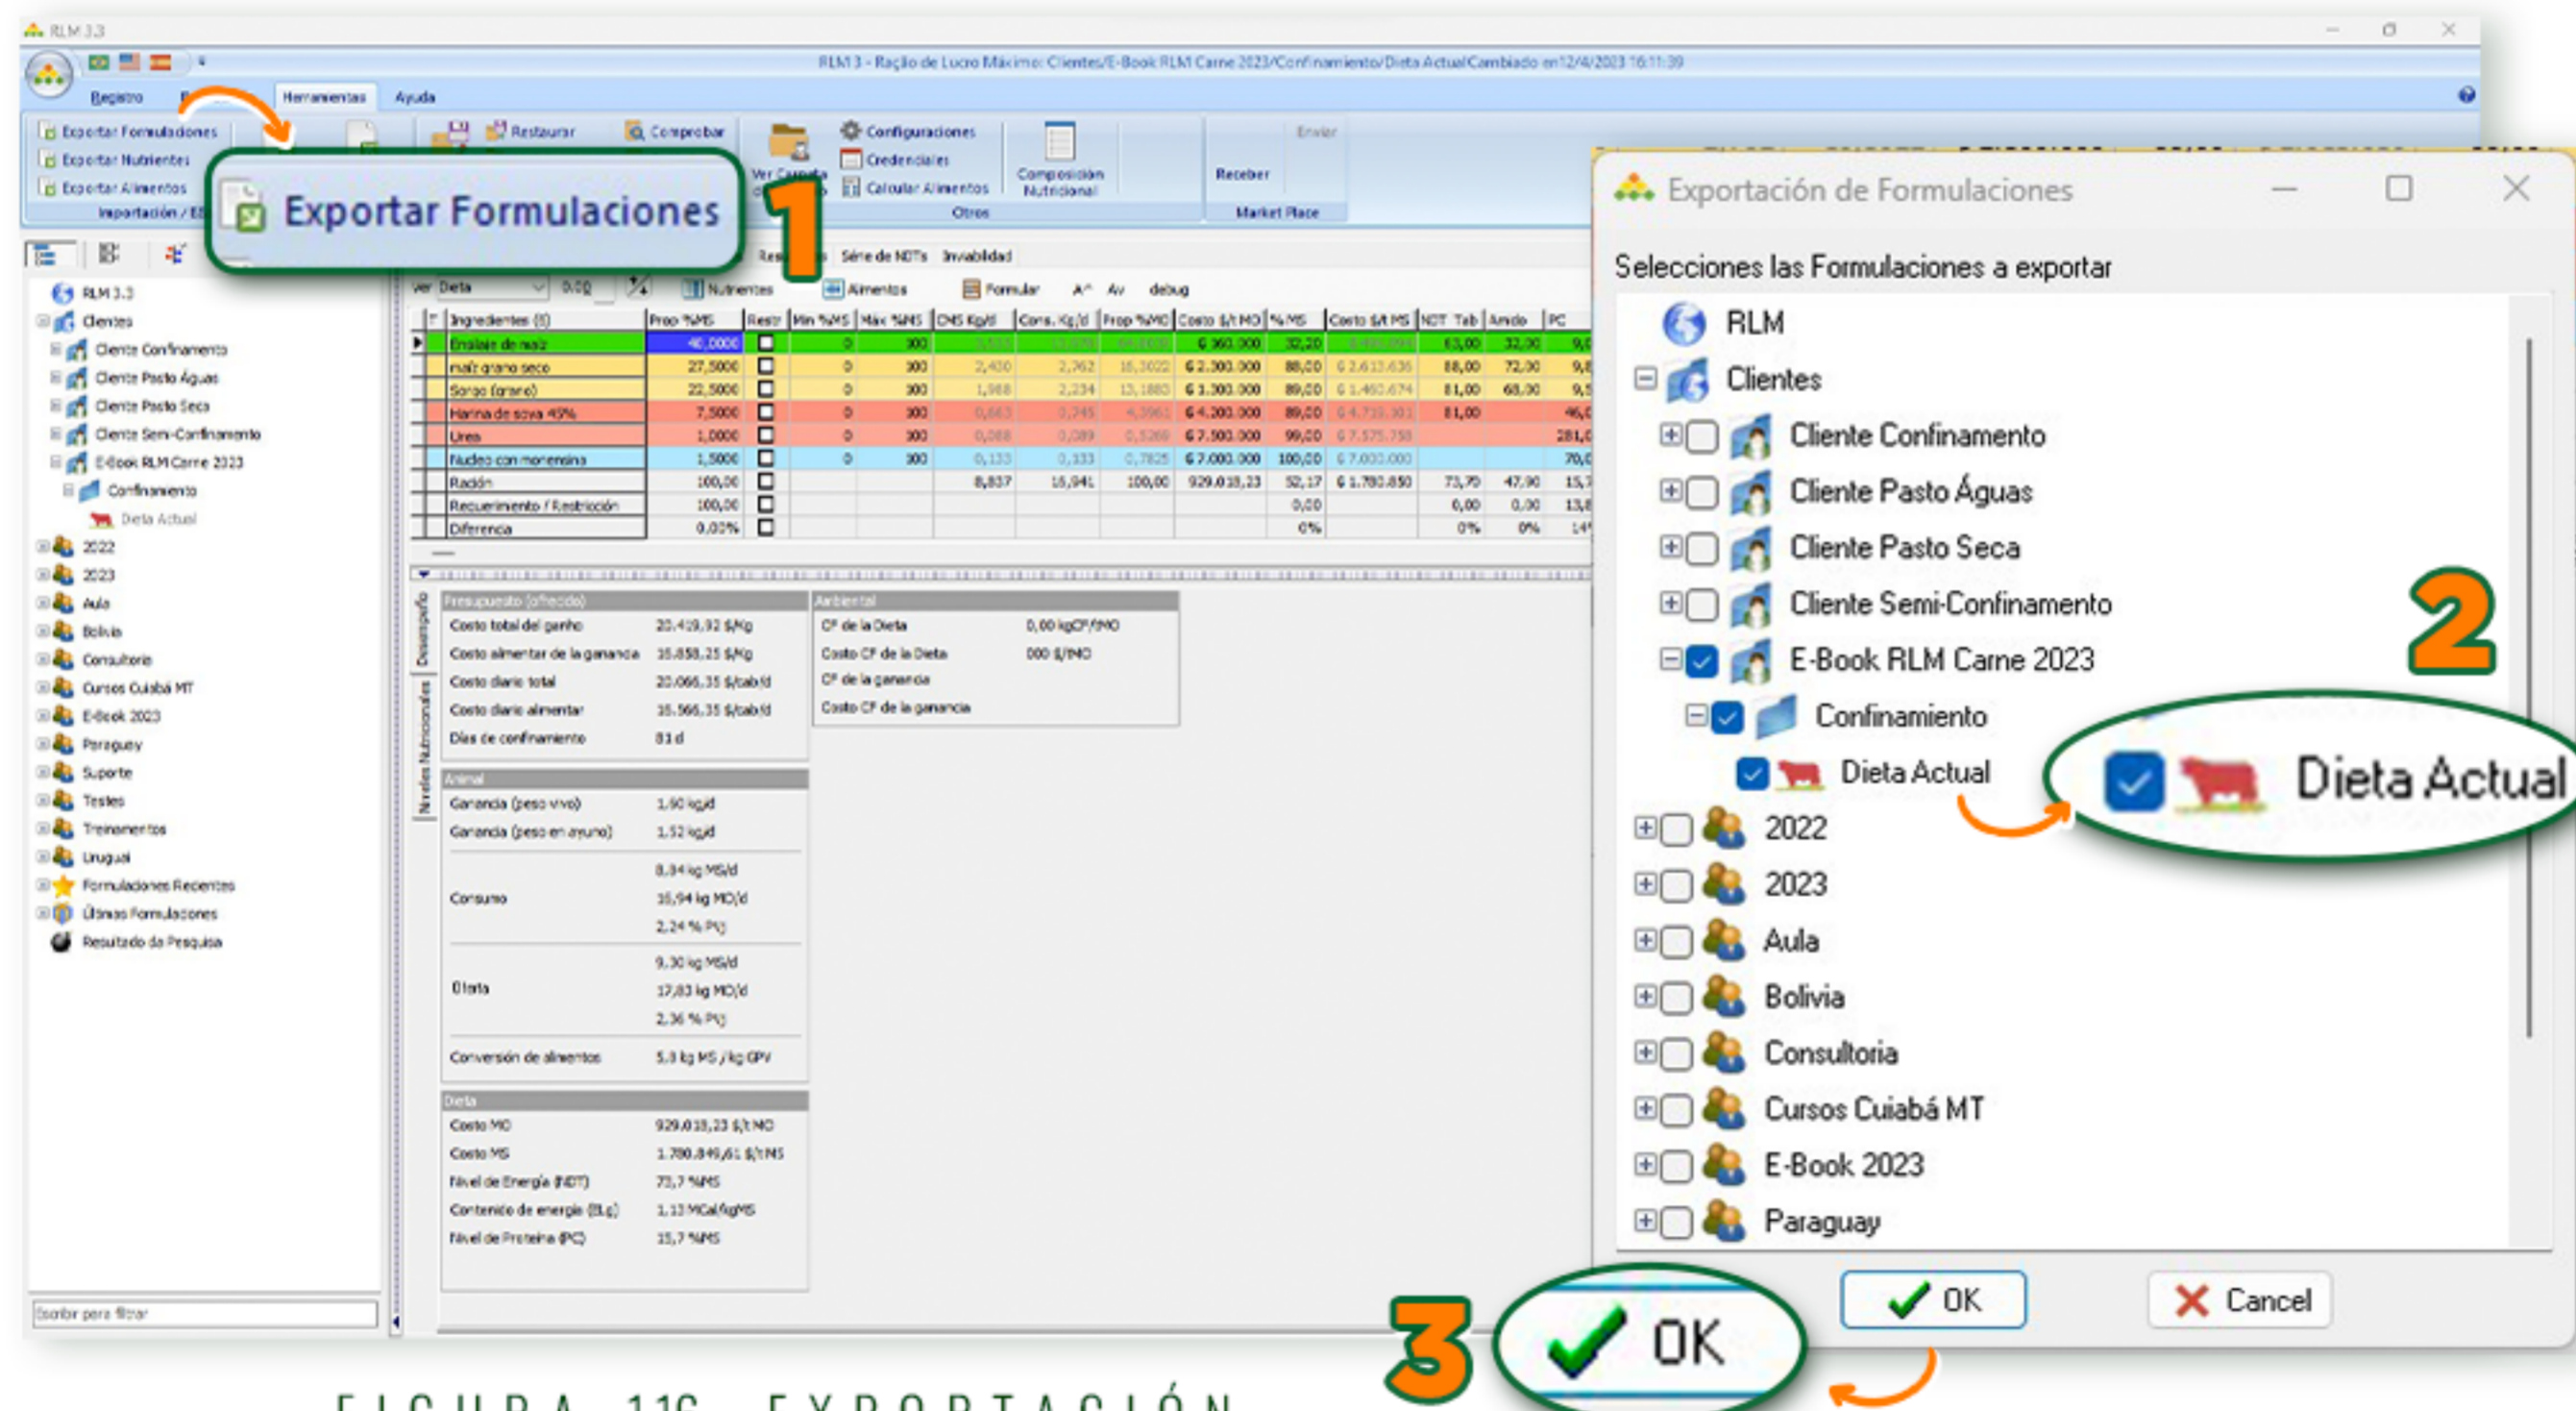

FIGURA 1.16 - EXPORTACIÓN DE FORMULACIONES
Ahora vamos a exportar la formulación, para ello haga clic en “Herramientas” (1) > “Exportar Formulaciones” (2). Elija la dieta que se exportará y luego el directorio y el nombre del archivo que se guardará. En nuestro ejemplo, adoptaremos el nombre “Dieta Actual” para el archivo de formulación (Figura 1.16).